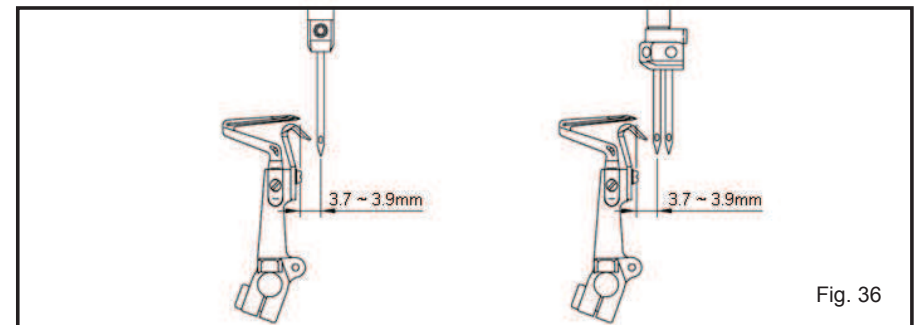

Fig. 36
(1) Quando a lançador inferior desloca-se para o ponto mais à esquerda, a distância entre a ponta da lançadeira e da linha de centro da agulha deve ser de cerca de 3,7 ~ 3,9 milímetros. Para modelos de agulhas duplas, a distância é entre a ponta da lançador inferior até a linha de centro da agulha esquerda. (Fig. 36)